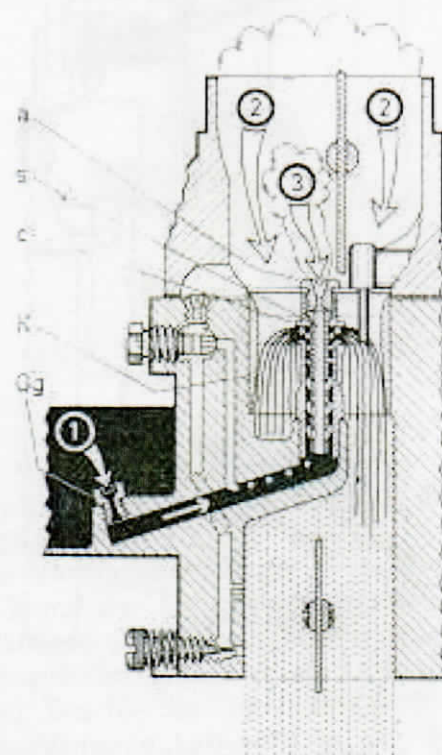

Abb. 12 Wirkungsweise bei Vollast (4)
Bei der Vergäserausführung 34 PCI (4) ist kein Hauptdüsenträger vorhanden, sondern die **Hauptdüse** (Gg) ist unmittelbar in der Schwimmerkammer angeordnet (Abb. 12). Die Anordnung der übrigen Teile und die Wirkungsweise sind die gleichen wie bei den anderen Ausführungen.